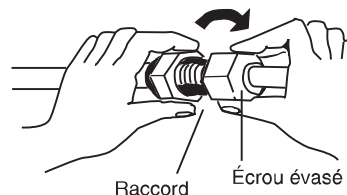

Fig. 5-5
- (3) Pour une bonne connexion, alignez le tube raccord et le tube évasé droit entre eux, puis vissez d'abord légèrement l'écrou évasé pour obtenir une bonne correspondance. (Fig. 5-5)